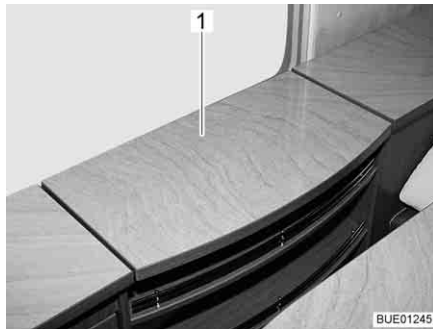
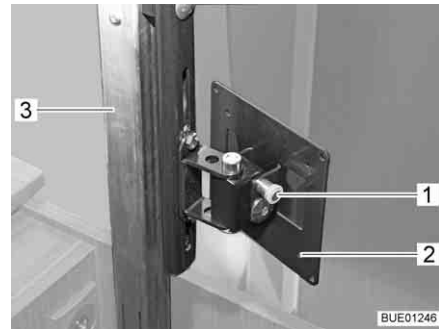

Fig. 55 Compartiment télévision
Fig. 56 Mécanisme de réglage de hauteur
- Presser légèrement sur le milieu du couvercle (Fig. 55,1) du compartiment télévision. La colonne d'extraction (Fig. 56,3) se déverrouille et monte.
- Tirer sur le bouton de déverrouillage (Fig. 56,1) et faire pivoter le support (Fig. 56,2) avec l'écran plat dans la position souhaitée.
- Faire retourner l'écran plat dans sa position initiale jusqu'à ce que le support (Fig. 56,2) s'enclenche dans le verrouillage.
- Presser le couvercle (Fig. 55,1) en son milieu contre la résistance de la colonne d'extraction (Fig. 56,3) jusqu'à ce que le verrouillage s'enclenche.